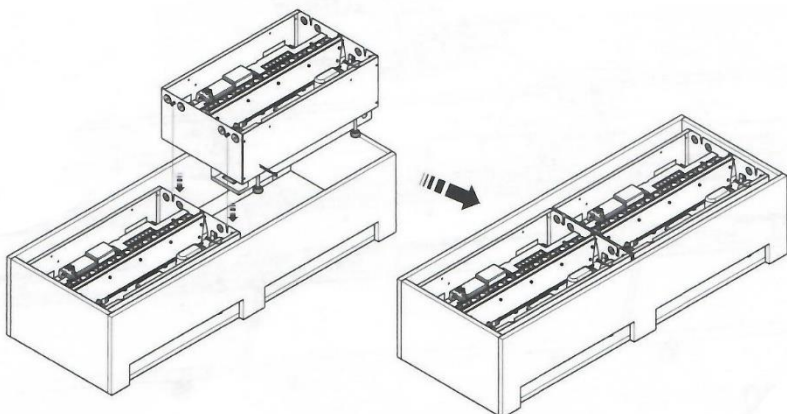

Fig. 21
2. Plaats het tweede product naast het eerste product en zorg ervoor dat de uitstekende schroeven van het tweede product in de gleuven van het eerste product passen. (Zie fig. 21.)